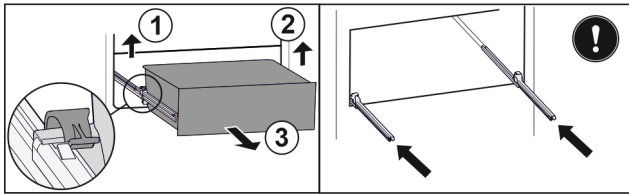

Fig. 149
- ▶ Підняти лівий затискач і одночасно висувний ящик ліворуч потягнути вперед. Fig. 149 (1)
- ▶ Підняти правий затискач і одночасно висувний ящик праворуч потягнути вперед. Fig. 149 (2)
- ▶ Вийняти висувний ящик рухом вперед. Fig. 149 (3)